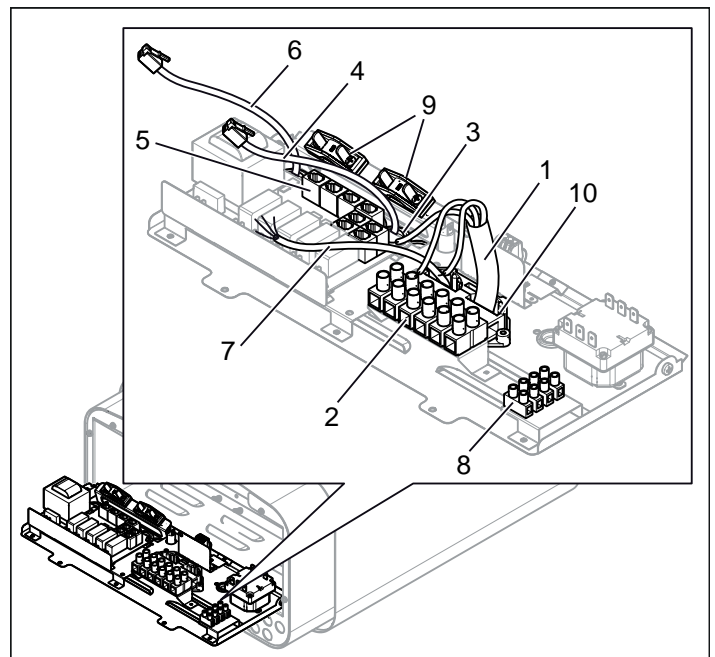
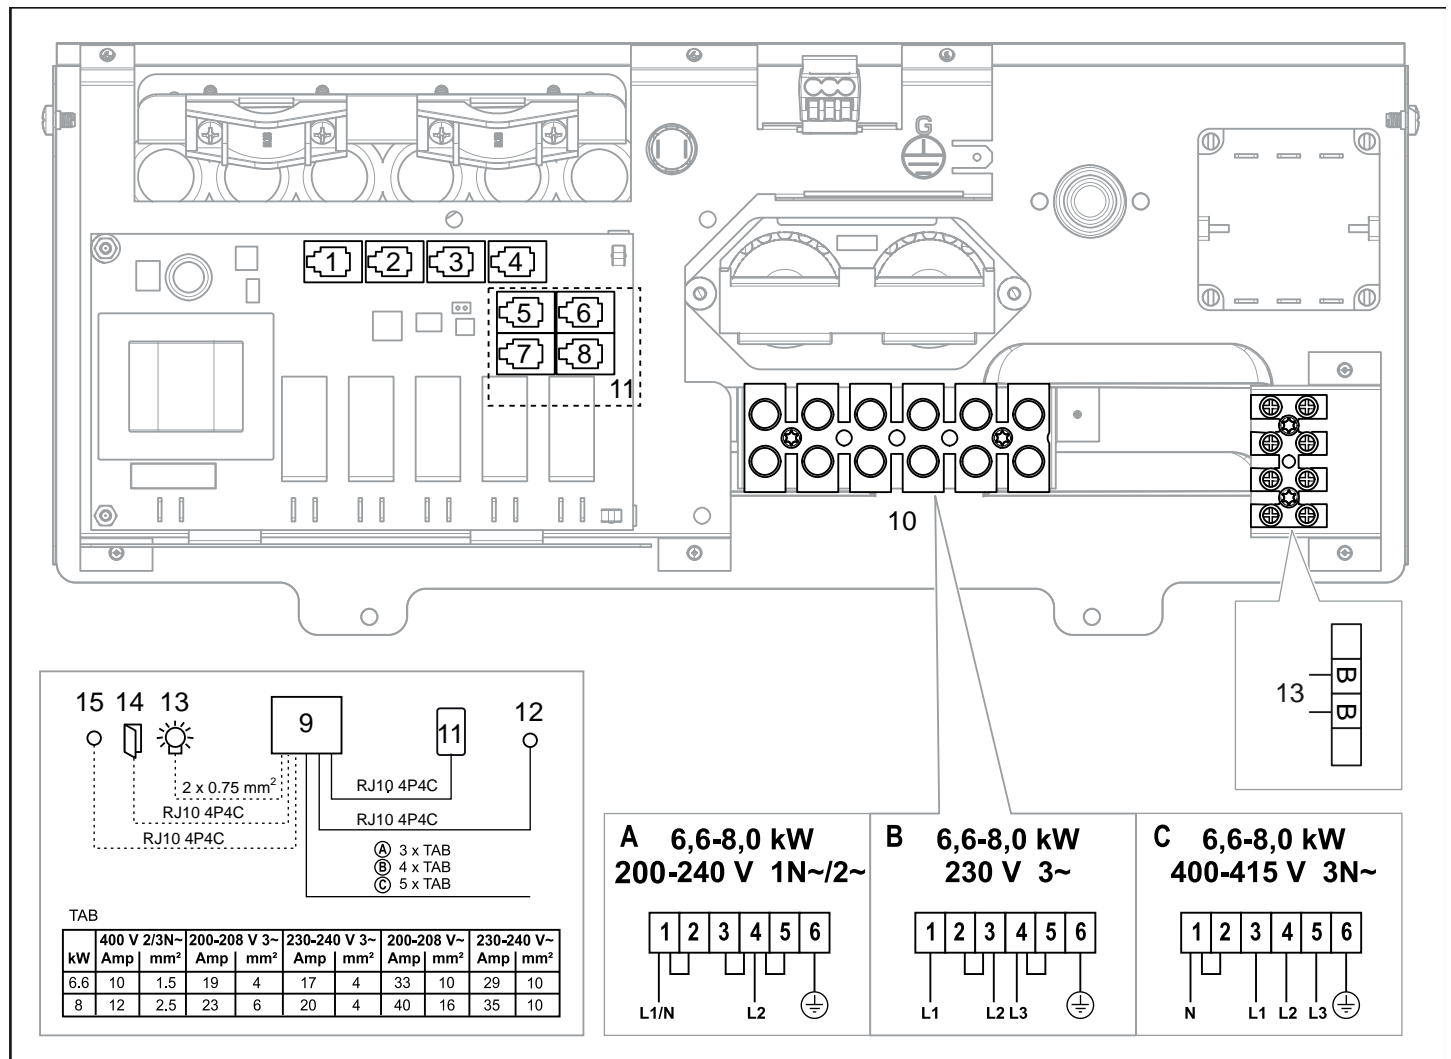

Fig. 8 : Carte électronique
Fig. 16 : Schéma de raccordement
3. Raccorder le câble électrique (1) au rack (2) (voir la figure 8) selon schéma de raccordement (voir la section Schéma de raccordement/branchement, page 23).
4. Acheminer les câbles du panneau de commande et du capteur de température à travers les passages de câble (3). Raccorder le câble du panneau de commande (4) à l'un des quatre connecteurs RS485 (positions 5 à 8) (5) (voir la figure 8) selon le schéma de raccordement (voir la section Schéma de raccordement/branchement).
5. Raccorder le câble du capteur (6) au contact NTC sur la carte électronique (position 1) (5) (voir la section Schéma de raccordement/branchement, page 23) selon le schéma de raccordement (voir la section Schéma de raccordement/branchement, page 23).
6. Raccorder le cas échéant le câble de l'éclairage (7), voir la figure 8, page 21 au rack (8) selon le schéma de raccordement, figure 16, page 23.
Pour le raccordement à des tensions ou un nombre de phases ne figurant pas sur le schéma de raccordement, figure 16., contacter le service client Tylö.